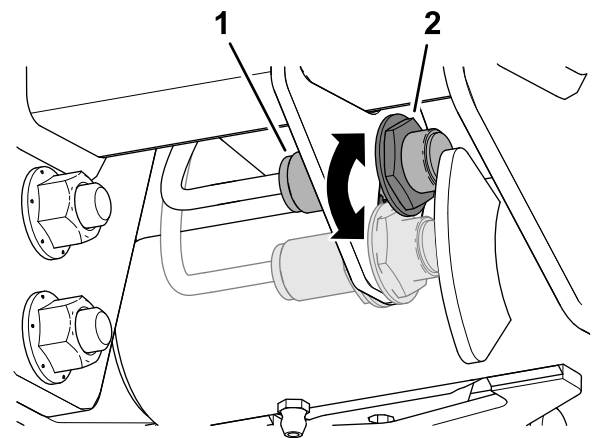

Bild 56
3. Lösen Sie die Klemmmutter, mit welcher der Hubarmschalter an der Schalterplatte befestigt ist (Bild 56).